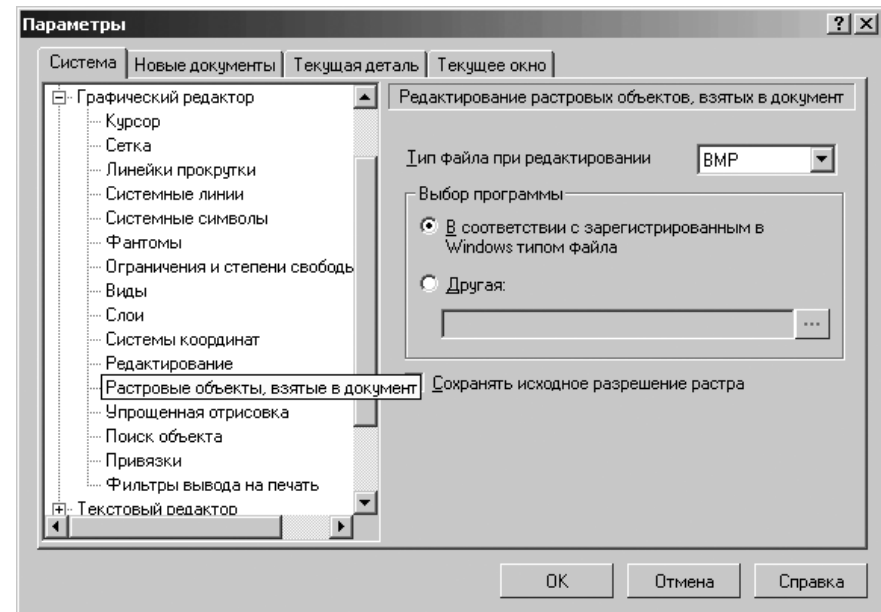

Рис. 9.30. Диалоговое окно **Параметры** с открытой вкладкой **Система** и открытой панелью **Редактирование растровых объектов, взятых в документ**
- щелкните по пункту **Растровые объекты, взятые в документ**. Откроется в правой части диалогового окна панель **Редактирование растровых объектов, взятых в документ** (рис. 9.30);